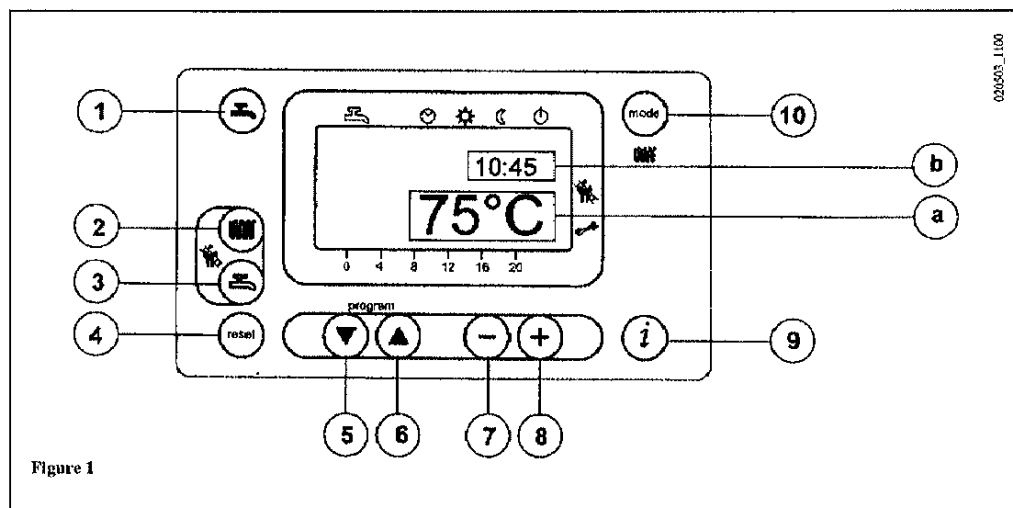

Figure 1
- Appuyer sur la touche (☞) (2- figure1) pour régler la température de l'eau de chauffage;
- Appuyer sur une des deux touches (☞) (mode) (1 o 10 - figure1) pour mémoriser et retourner au menu principal.
N.b – Avec une sonde externe reliée, à l'aide de la touche (☞) (2 – figure1) il est possible d'effectuer la translation de la courbe de chauffage. Appuyer sur les touches (−) (+) pour diminuer ou augmenter la température ambiante de la pièce à chauffer.
- Appuyer sur la touche (☞) (3-figure 1) pour régler la température maximum de l'eau en mode sanitaire;